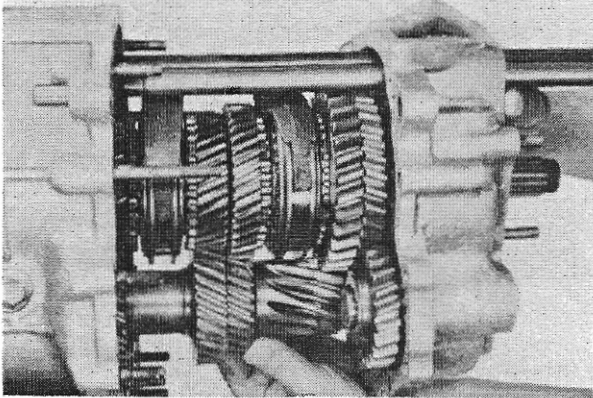

Abb. 49
1. With a gauge check the distance from the front side of the housing to the surface for the ball bearing (204) on the driving slots
5. Getriebewellen in das Gehäuse stecken (Abb. 49). Dabei ist darauf zu achten, daß die Schaltgabeln in die 3 Bohrungen des Gehäuses greifen und die Vorgelegewelle in den Lageraußenring geführt wird. Sechskantmutter (116) mit unterlegten Federscheiben (115) auf die Stiftschrauben drehen. Die 2 Zylinderstifte (110) in die Paßbohrungen schlagen. Sechskantmutter anziehen.